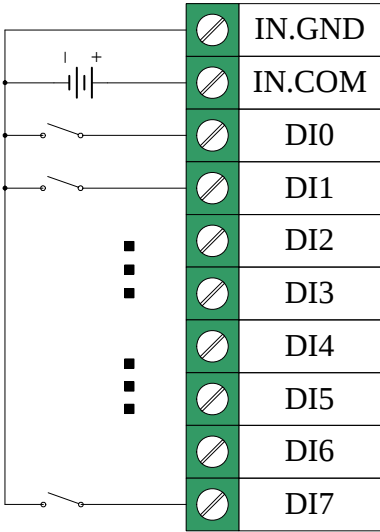

图2.4-2 湿接点共阳极
2.4-1 为干接点输入的连接方法，图 2.4-2 为湿接点输入的连接方法。